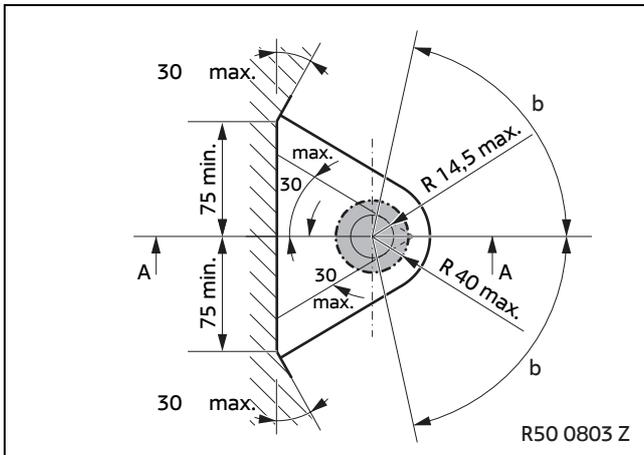

Abbildung 2
a) horizontal b = 60° nach rechts oder links verdreht (siehe Abbildung 2)